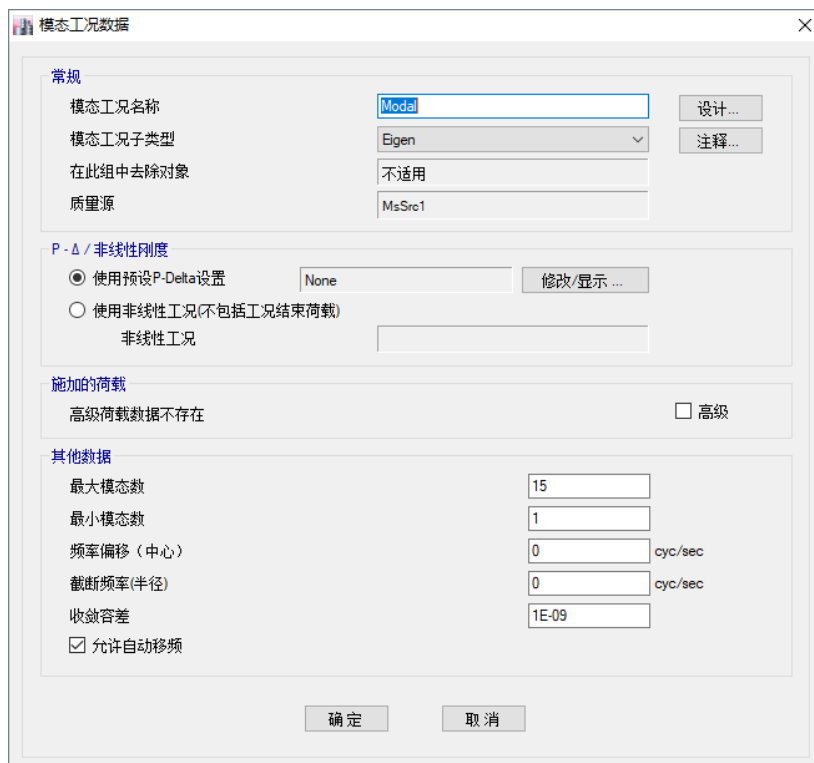

图 5-15 模态工况数据对话框
1. 在**模型浏览器**窗中依次打开**模型>荷载>模态工况>Modal**，双击 Modal，在弹出如图 5-15 所示的模态工况数据对话框：